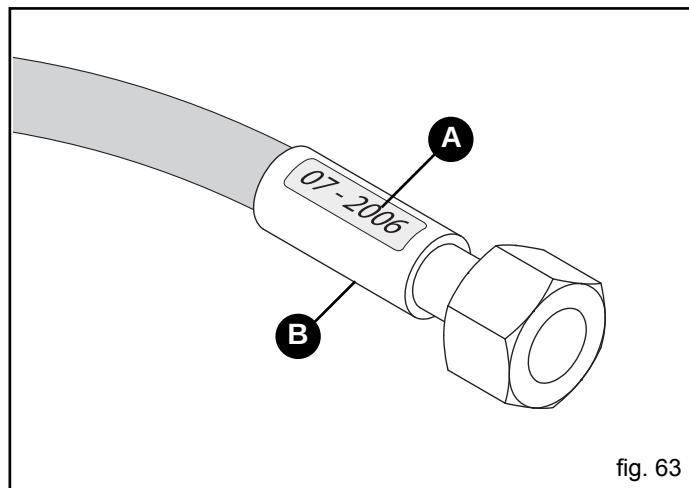

fig. 63
- Auf Abbildung 63 (A) ist ein Beispiel zum Produktionsjahr der ölhydraulischen Rohre angegeben.
- Lecks in der Nähe der Einlagen (B, Abb. 63);
- Korrosion der Einlagen (B, Abb. 63);
- mehr als 5 Jahre seit dem Produktionsdatum vergangen sind (A, Abb. 63).